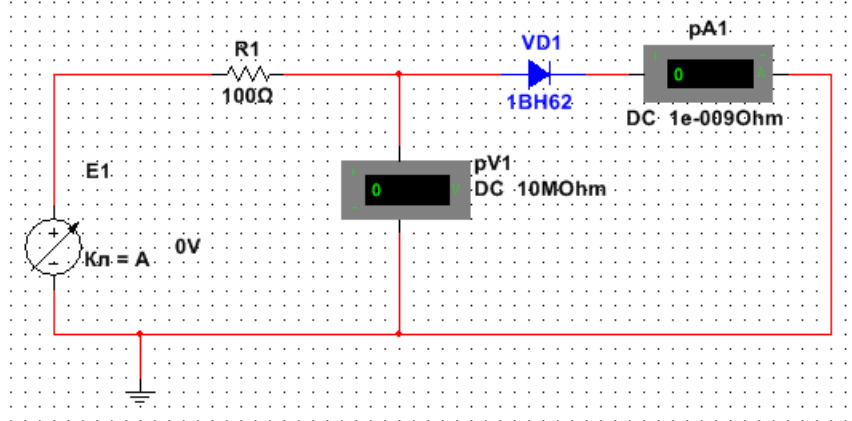

Рисунок 1- Схема исследования прямой ветви ВАХ выпрямительного диода
Приборы и материалы: Источник изменяющегося постоянного напряжения с максимальным значением $E1 = 1В$ (для схемы рисунок 1) $E1 = 200В$ (для схемы рисунок 2); резистор; диод; амперметр и вольтметр постоянного тока соединительные провода.
1.1. Собрать схему в программной среде Multisim (рисунок 1).